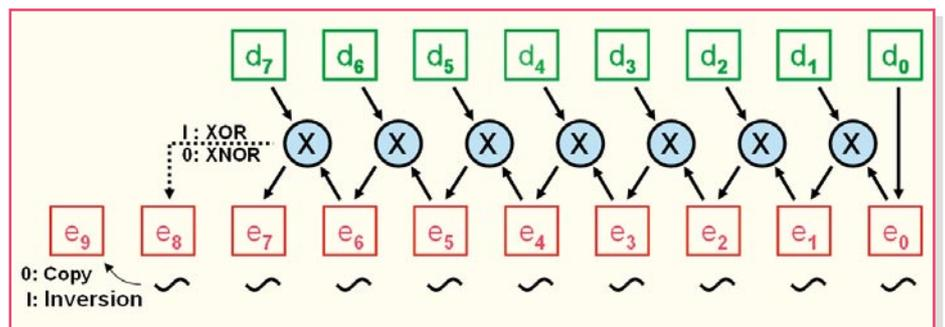

Bild 20: Je nachdem, ob Nullen oder Einsen im Datenwort überwiegen, wird mit XOR oder XNOR verknüpft.
1. Schritt. Mit einem Encoder werden die Übergänge innerhalb eines Datenwortes verringert (transition minimizing). Der Encoder besteht aus 7 Gattern, die entweder eine Verknüpfung als Exklusiv-Oder (XOR: $e_8 = 1$) oder als negiertes Exklusiv-Oder (XNOR: $e_8 = 0$) (Abbildung 19) realisieren und aus einem achtstelligen Datenwort D für den Pixelwert ($d_7d_6d_5d_4d_3d_2d_1d_0$) das Encodiererergebnis E ($e_8e_7e_6e_5e_4e_3e_2e_1e_0$) erzeugen (Abbildung 20). Welche Funktion (XOR oder XNOR) sie ausüben, hängt davon ab, aus wie vielen Nullen und Einsen das zu codierende Datenwort D besteht. Im Ergebnis werden aus 8-Bit-Datenwörtern mit jeweils bis zu acht Übergängen (einschließlich des Übergangs zwischen benachbarten Wörtern) 9-Bit-Da-